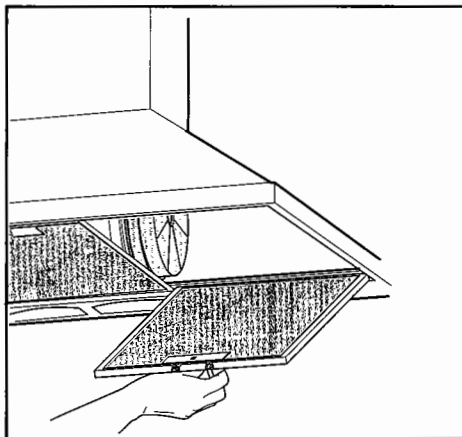

Fig.6
• La distanza minima fra la superficie di supporto dei recipienti di cottura sul dispositivo di cottura e la parte più bassa della cappa da cucina deve essere di almeno 65 cm. Se dovesse essere usato un tubo di connessione composto di due o più parti, la parte superiore deve essere all'esterno di quella inferiore. Non collegare lo scarico della cappa ad un condotto in cui circoli aria calda o utilizzato per evacuare fumi degli apparecchi alimentati da un'energia diversa da quella elettrica. Prima di procedere alle operazioni di montaggio, per una più facile manovrabilità dell'apparecchio disinserire il filtro/antigrasso (Fig.6).